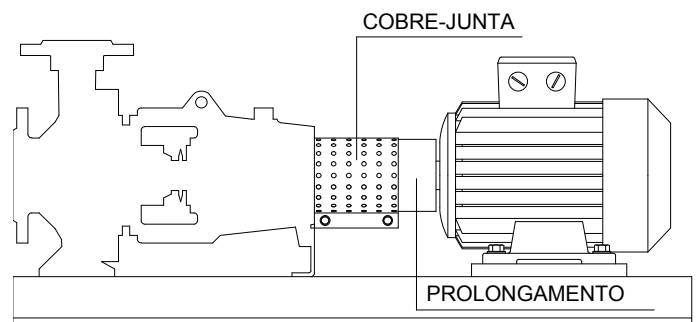

Fig. 17 - SITUAÇÃO DE VERIFICAÇÃO DO ALINHAMENTO DA EXECUÇÃO SOBRE BASE
- 7 - Retirar a cobre-junta e o respectivo prolongamento (se presente) engatado na bomba desapertando os dois parafusos de fixação (consultar as fig. 17 e 18).